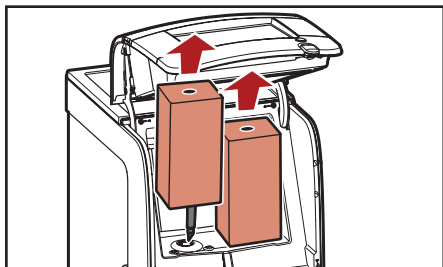

Abb. 5.8- Produkt-Packungen entnehmen
3. Entnehmen Sie die Produkt-Packungen (Abb. 5.8).